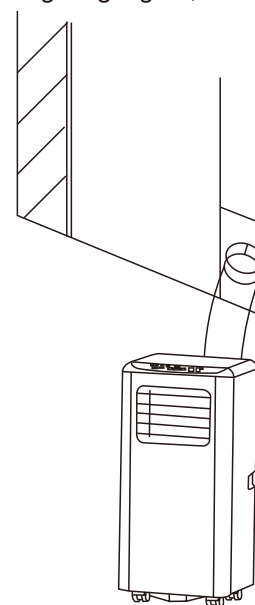

Fig.6
- 2) Som vist i Fig.6 og Fig.6a, monter utluftningslange, og juster vindusåpning.